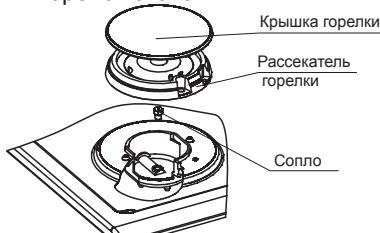

рис. 14
22.1. Проведение замены сопла при ремонте, а также при переводе на другой тип газа (рис.14, 15, 16)
■ Для замены сопла горелки гриля или горелки пода (см. рис. 14, 15) необходимо отвин-